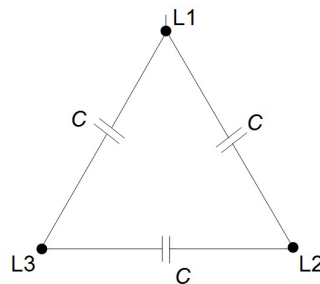

Bild 1.10-1: Ersatzschaltbild der Kondensatoranordnung
- Berechnen Sie die erforderlichen Kapazitätswerte C einer Wechselstrom-Kondensatoranordnung in Dreieckschaltung (Bild 1.10-1) für $U_N = 400 \text{ V}$, Δ , damit die gesamte Blindleistung Null ist: $Q = 0$! Wie groß sind P und S ? Um wie viel hat sich der Wert I in % verändert?